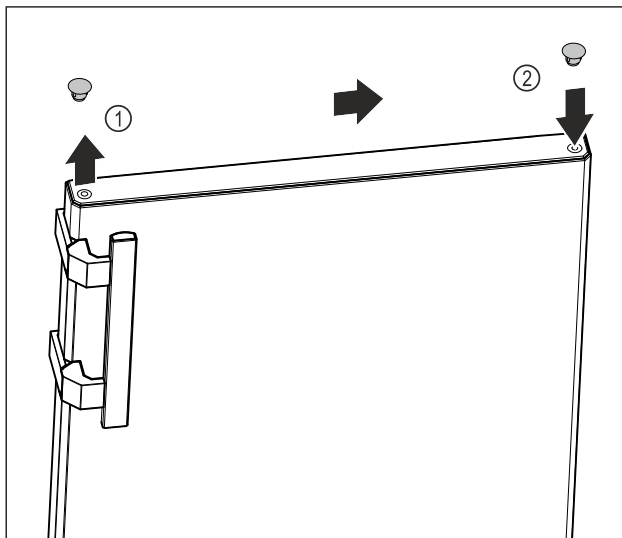

Fig. 18
- ▶ С плоска отвертка внимателно повдигнете покриващата тапа от горната страна на вратата Fig. 18 (1) и я извадете.
- ▶ Поставете покриващата тапа от другата страна. Fig. 18 (2)